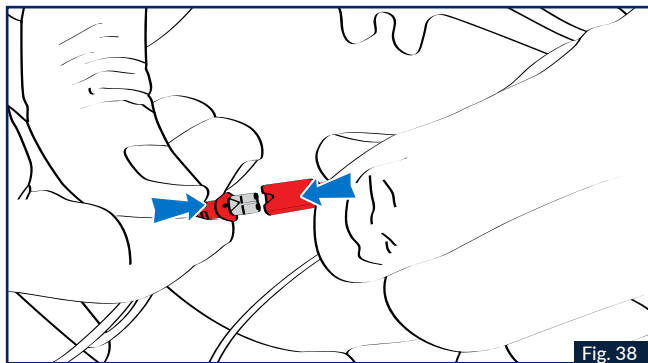

Fig. 38
9. Stecken Sie das Mikrofon (roter Stecker) und das Bedienfeld an (Abb. 38)